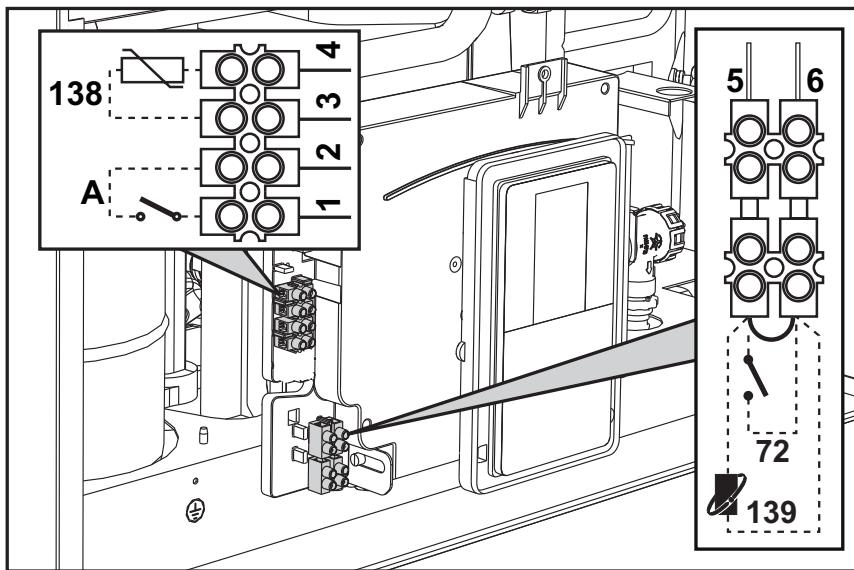

fig. 28
Dopo aver tolto il pannello frontale (sez. "Apertura del pannello frontale" a pag. 41) è possibile accedere alle morsettiera (M) e al fusibile (F) seguendo le indicazioni descritte di seguito. **I morsettetti indicati nella fig. 28 devono essere a contatti puliti (non 230V).** La disposizione dei morsettetti per i diversi allacciamenti è riportata anche nello schema elettrico alla fig. 51.
Configurazione Interruttore ON/OFF (A fig. 28)